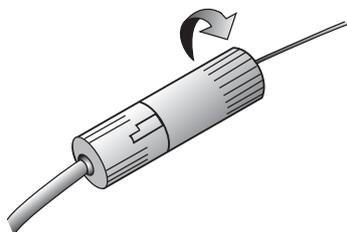

Figura 30. Abra o conector de fecho de rosca
2. Abra o conector cilíndrico de fecho de rosca (Figura 30).